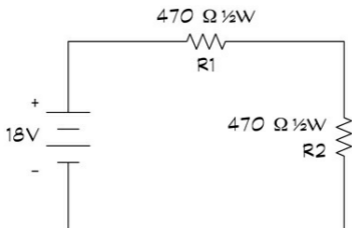

Figura 14.7 Questo semplice circuito partitore di tensione suddivide la tensione in modo uniforme fra le due resistenze.
- 1. Configurare il semplice circuito partitore di tensione rappresentato nella Figura 14.7, connettendo in serie due batterie da 9 V per creare la fonte di alimentazione in corrente continua da 18 V.**